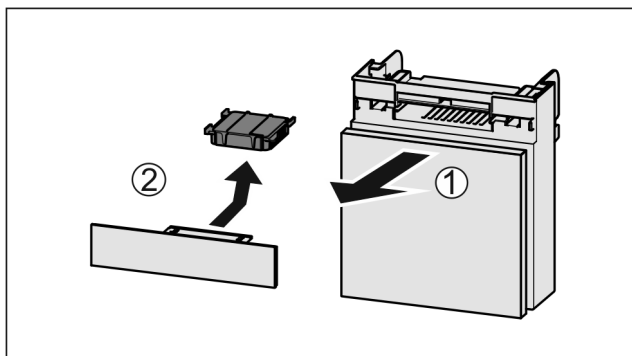

Fig. 225
- Extraire le compartiment par l'avant Fig. 225 (1).
- Sortir le filtre à charbon actif Fig. 225 (2).